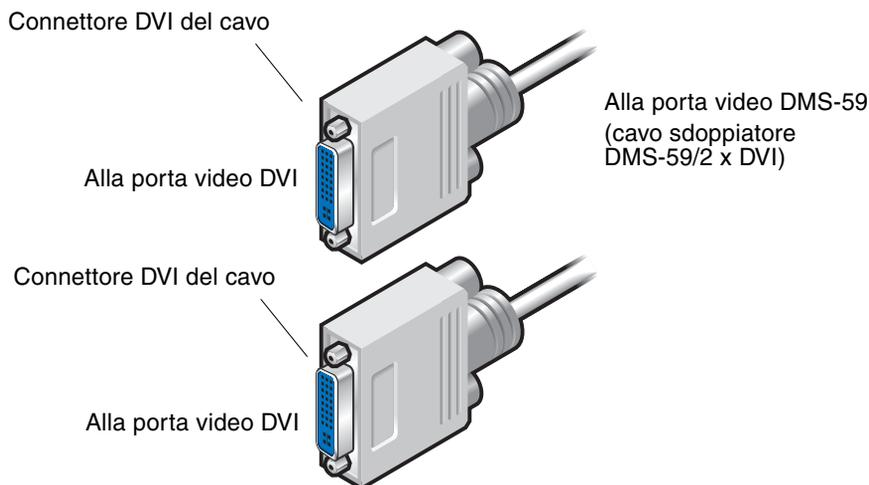

FIGURA A-1 Connessione alla porta video DMS-59 mediante il cavo sdoppiatore DMS-59/2 x DVI
2. Collegare entrambi i connettori DVI all'altra estremità del cavo sdoppiatore alle porte DVI del monitor digitale (FIGURA A-1).